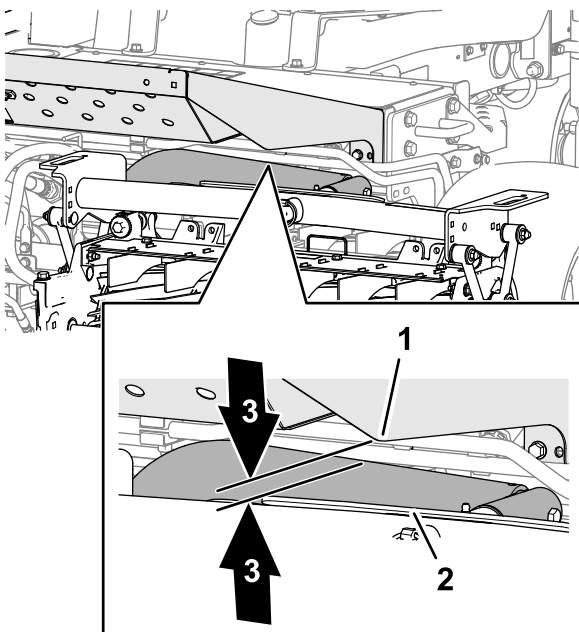

Рисунок 24
3. На передних режущих блоках измерьте зазор между левым подъемным рычагом и кронштейном панели пола, а также между правым подъемным рычагом и кронштейном панели пола (Рисунок 24).